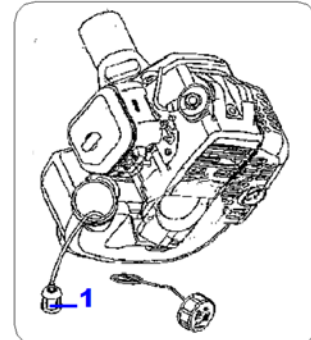

Fig.16
6.1.2- Filtre à essence (Fig.16)